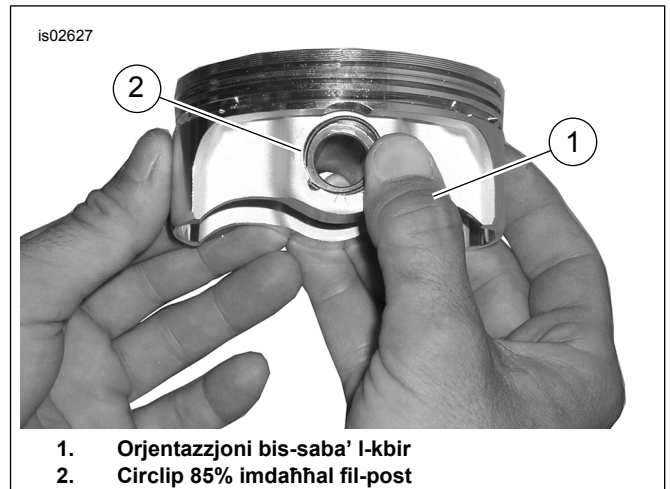

Figura 4. Installa s-Circlip
2. Ara Figura 4 . Ippożizzjona subgħajk il-kbir (1) kif muri. Aghfas bis-saħħa sakemm madwar 85% tas-circlip (2) ikun imdaħħal ġox-xaqq.